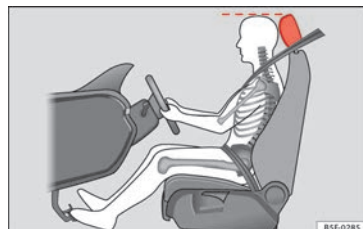

Abb. 83 Die richtige Kopfstüzeinstellung des Fahrers.
- Stellen Sie die Kopfstützen so ein, dass die Oberkante der Kopfstütze sich möglichst auf einer Linie mit dem oberen Teil Ihres Kopfes befindet »» **Abb. 83**.